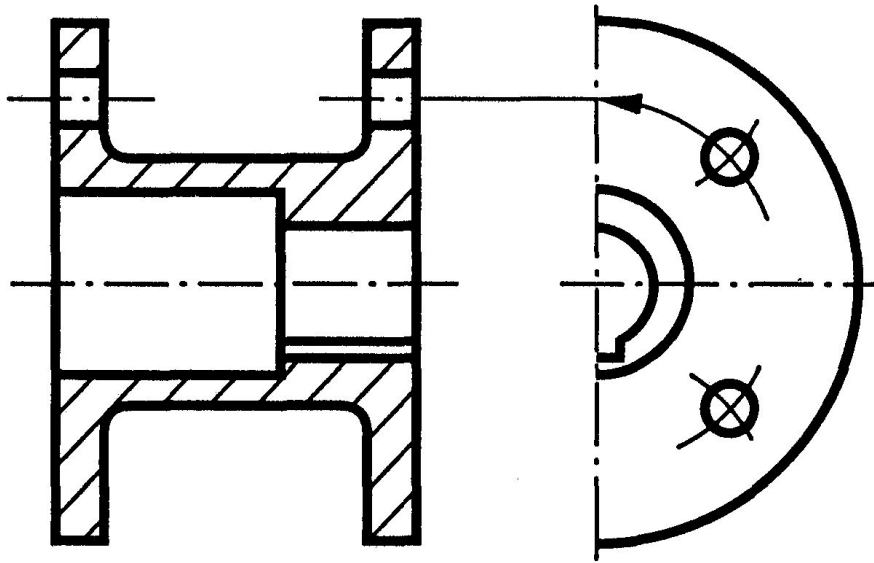

Рис.15
- Если при выполнении разреза ни одно из отверстий, расположенных на круглом фланце или торце цилиндрического, конического или другого тела вращения, не попадает в секущую плоскость, то допускается одно из них изображать в разрезе. В этом случае отверстие выносится в секущую плоскость не в проекционной связи, а выкатывается по окружности расположения центров отверстий (рис.15 ).